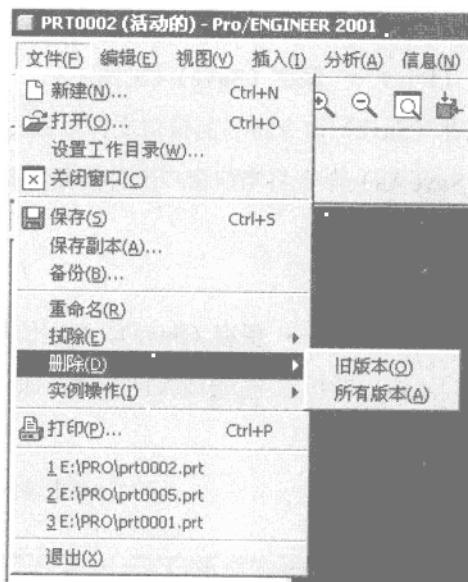

图 1.10
(1) 功能 利用**删除 (Delete)** 命令从硬盘中删除文件。
(2) 操作方法 单击菜单命令**文件 (File) → 删除 (Delete)**，在**删除 (Delete)** 命令的右侧出现一个小菜单，上面有**旧版本 (Old Versions)** 和**所有版本 (All Versions)** 两个命令，如图 1.10 所示。